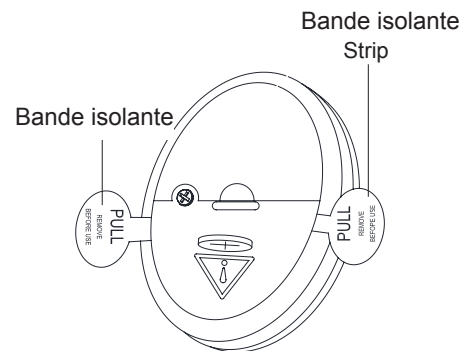

Fig. 21
Étape 1. Pour activer l'émetteur, retirez soigneusement les bandes isolantes de l'émetteur pour activer les deux piles bouton/pièce de monnaie CR2032 3 V préinstallées. Jetez les bandes isolantes. (Fig. 21)